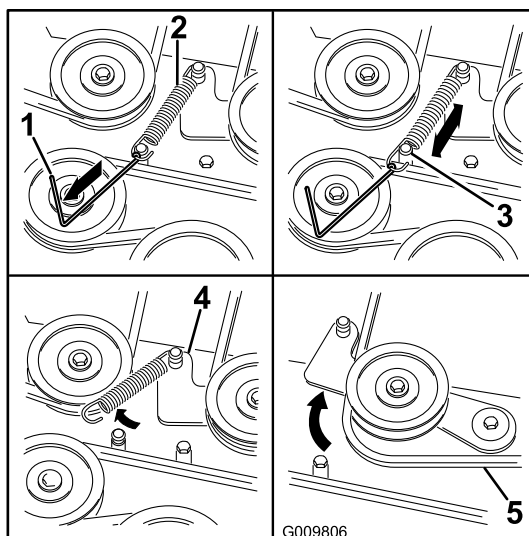

Рисунок 63
7. Используя съемник пружин (№ 92-5771 по каталогу Toro), снимите пружину натяжного шкива со штыря деки, чтобы снять натяжение с натяжного шкива (Рисунок 63).
10. Проложите новый ремень вокруг шкивов газонокосилки и шкива муфты под двигателем (Рисунок 63).
11. Используя съемник пружин (№ 92-5771 по каталогу Toro), установите пружину натяжного шкива на штырь деки и создайте натяжение на натяжном шкиве и ремне газонокосилки (Рисунок 63).